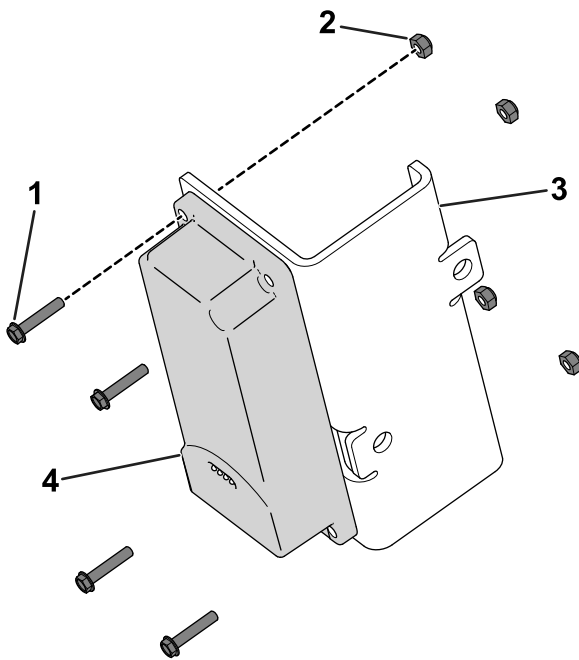

Figura 7
1. Utilice 4 pernos de cabeza hexagonal (n.º 10 × 1") y 4 contratuercas (n.º 10) para sujetar el dispositivo telemático al soporte del dispositivo (Figura 7).